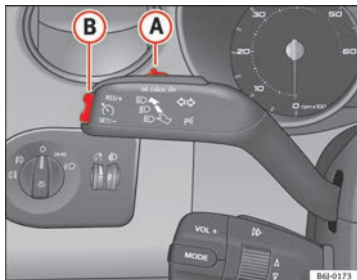

Abb. 120 Blinker- und Fernlichthebel: Schalter und Wippe für die Geschwindigkeitsregelanlage
- Schieben Sie den Schalter ➔ Abb. 120 **A** nach links auf **ON**.